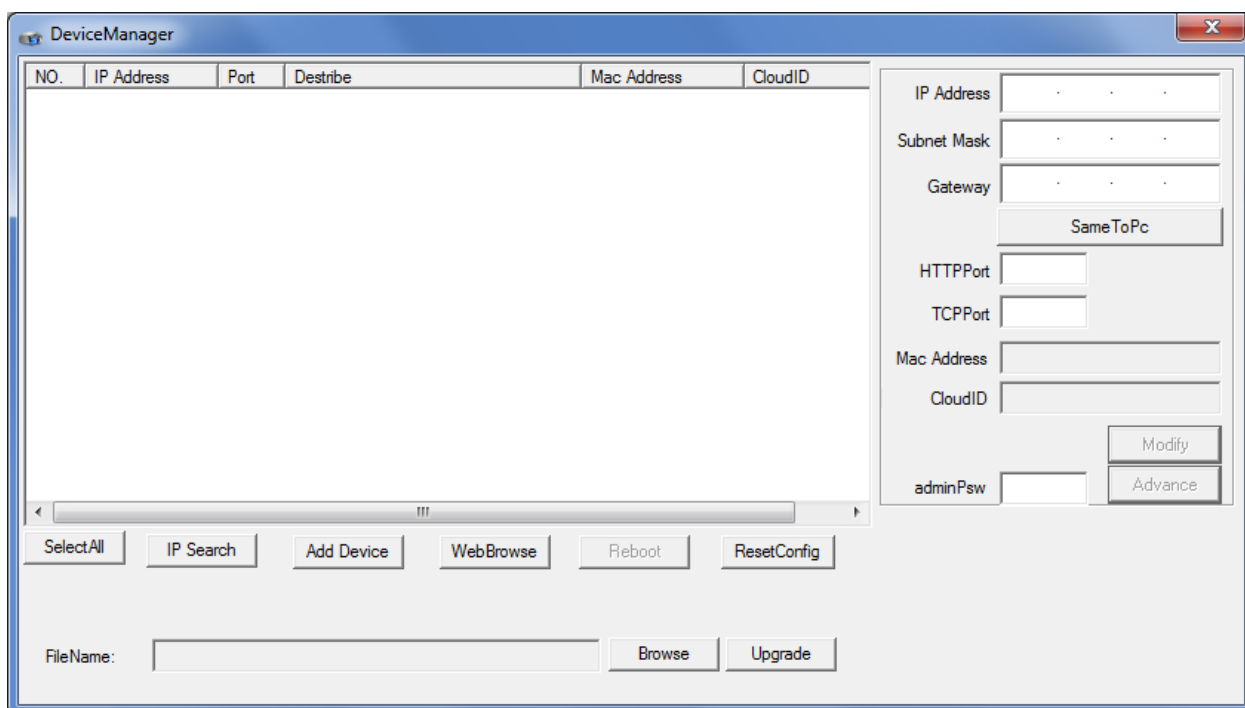

Рис. 17.3. Основное окно программы Device Manager
4) В результате автоматически откроется основное окно программы Device Manager (Рис. 17.3).
- 1) Откройте программу Device Manager и в основном окне (Рис. 17.3) нажмите кнопку Add Device.